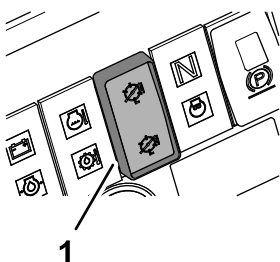

Bild 10
- Um die Mähwerke in Betrieb zu nehmen, drücken Sie die Oberseite des Mähwerk-Antriebsschalters (Bild 10).